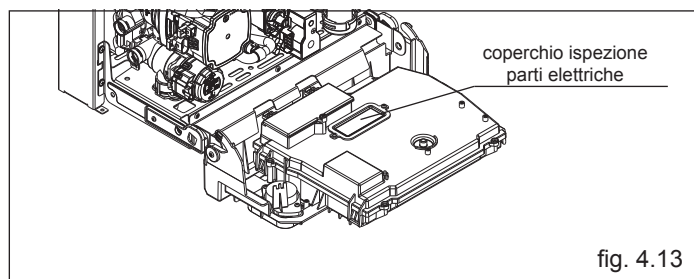

fig. 4.13
- rimuovere il coperchio ispezione parti elettriche svitando le 2 viti per accedere ai jumper (fig. 4.13)